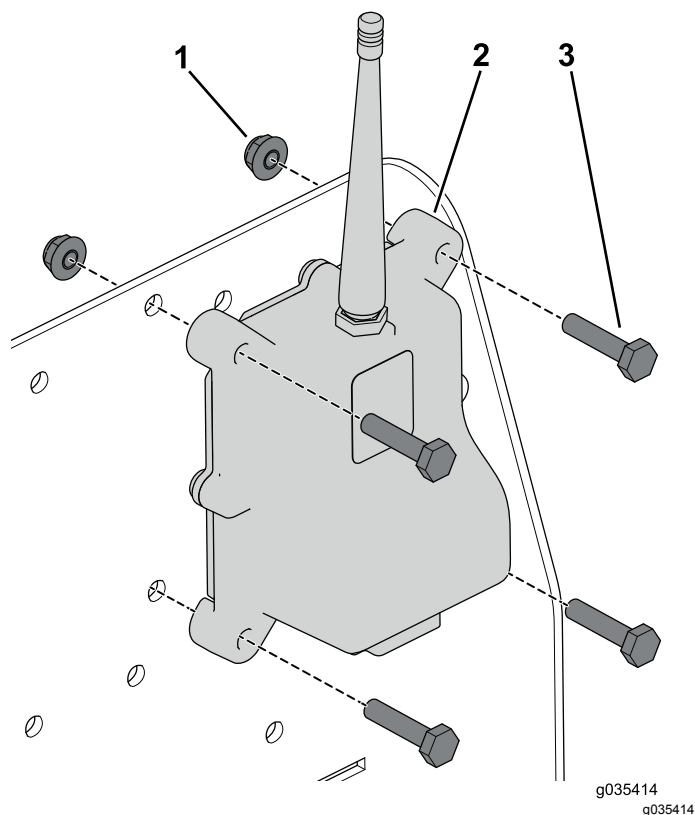

Figura 11
1. Utilizzate i 4 bulloni (1/4 x 3/4 poll.) e i dadi flangiati per fissare il ricetrasmettitore (Figura 11).